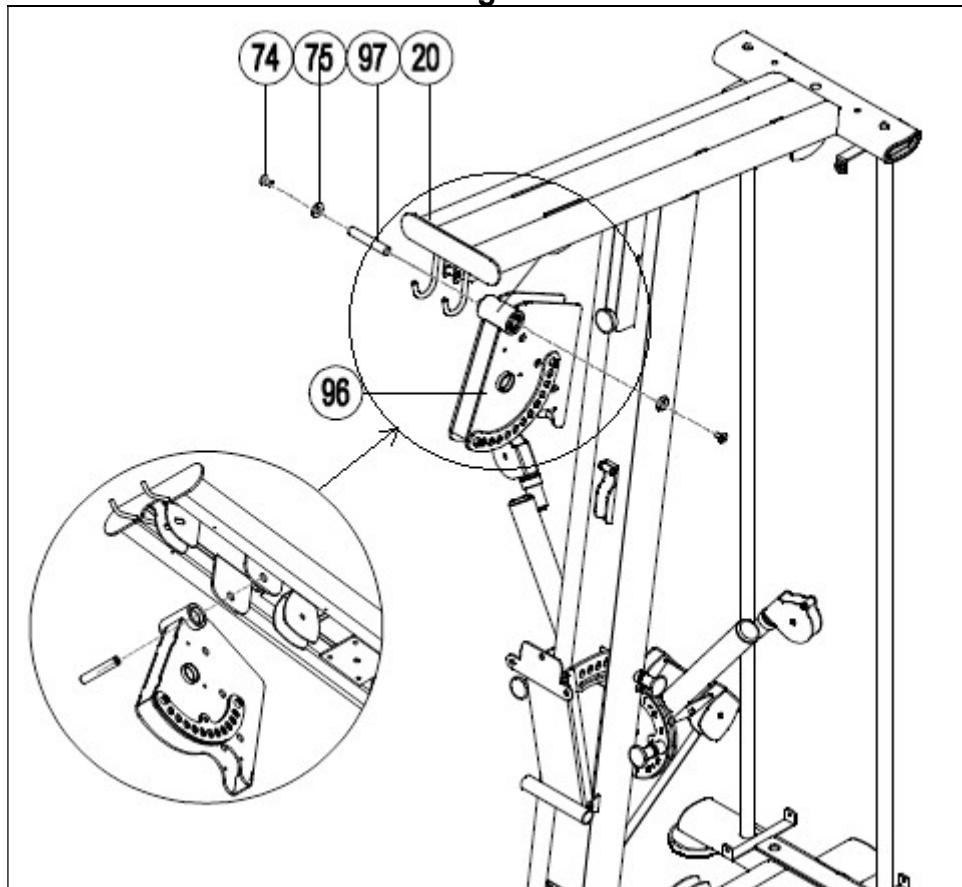

Fig.8
8.- Inserte el amortiguador (31) en las barras guía (24). Coloque las barras guía (24) en la estructura (1), Fig.8. Con ayuda de otra persona inserte las pesas (27) y la pesa superior (26). Atornille las barras guía (24) con la estructura superior (20) con los tornillos (108) y las arandelas (11), Fig.8.
Inserte la anilla del selector (28) en la flauta (29) de forma que no se pueda sacar una vez montado del cable (39), Fig.8. Inserte el selector (28) en una de las pesas (27).